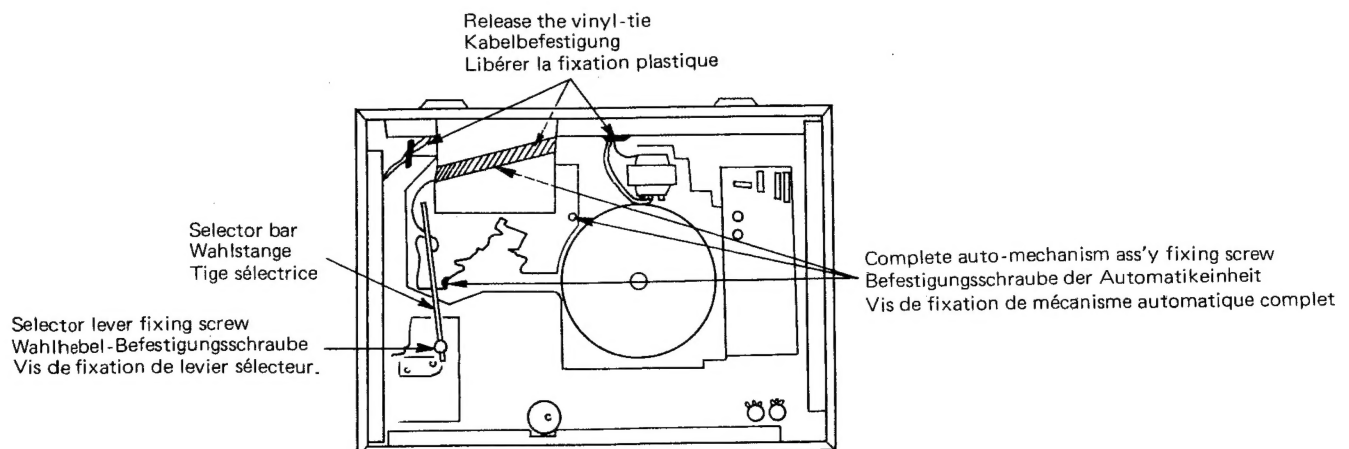
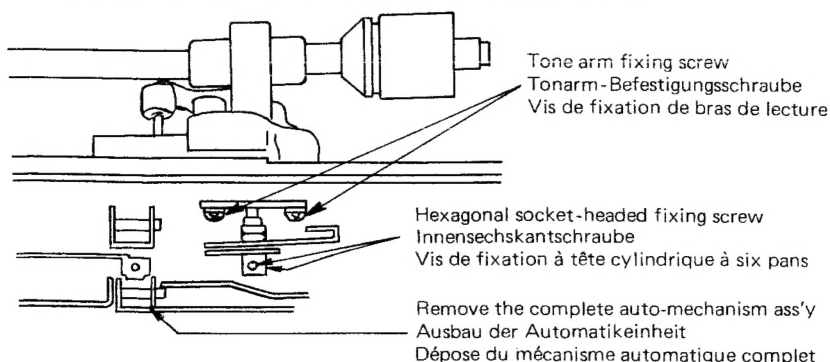

Fig. 2 Abb. 2
Fig. 5 Abb. 5
Remove the platter after fixing the tone arm to the arm rest. Then, remove the bottom plate, release the vinyl-tie which fixes the lead wire as shown in Fig. 2, remove the selector lever fixing screw, then remove the selector bar. Next, remove the sub-bed fixing screw after removing the platter frill fixing screw as shown in Fig. 3, and when this is done it should look like Fig. 4.
screw shown in Fig. 2 after removing the sub-bed by the procedure described in (1).
(3) Removing the tone arm
After removing the complete auto-mechanism assembly by the procedure described in (2), remove the 2 hexagonal socket-head fixing screws shown in Fig. 5 to remove the backing plate. Then, remove the 2 tone arm fixing screws which are installed inside it.
Tonarm an der Tonarmstütze anbrinagen und den Platten teller abnehmen. Danach die Bodenplatte abnehmen, die Befestigung des Kabels gemäß Abb. 2 lösen, die Befestigungsschraube des Wahlhebels ausdrehen und die Wahlstange abnehmen. Danach die Befestigungsschraube der Zwischenkonsole lösen, die Befestigungsschraube des Plattenspielerziergitters gemäß Abb. 3 abnehmen, wonach sich der in Abb. 4 gezeigte Zustand ergibt.
(2) Ausbau der Automateinheit
Die Zwischenkonsole gemäß Beschreibung in Punkt (1) abnehmen und danach die Befestigungsschraube der Automateinheit lösen, wie es in Abb. 2 gezeigt ist.
(3) Ausbau des Tonarmes
Nachdem die Automateinheit gemäß Beschreibung in Punkt (2) entfernt wurde, die beiden Innensechskantschrauben gemäß Abb. 5 ausdrehen und die Nachlaufscheibe abnehmen. Danach die beiden Befestigungsschrauben des Tonarmes an der Innenseite lösen.
Retirer le plateau tourne-disques après avoir fixé le bras de lecture sur le repose-bras. Retirer la plaque inférieure et libérer la fixation plastique qui retient le fil de jonction comme le montre la Fig. 2, retirer la vis de fixation du levier sélecteur et retirer la tige de sélection. Retirer ensuite la vis de fixation de sous-châssis après avoir retiré la vis de fixation comme le montre la Fig. 3, quand cette opération est terminée, l'ensemble doit se présenter comme sur la Fig. 4.
(2) Dépose du mécanisme automatique complet
Retirer la vis de fixation du mécanisme automatique complet comme le montre la Fig. 2 après avoir retiré le sous-châssis comme décrit en (1).
(3) Dépose du bras de lecture
Après dépose du mécanisme automatique complet comme décrit en (2), retirer les deux vis de fixation à tête cylindrique à six pans comme le montre la Fig. 5 pour déposer la plaque arrière. Retirer ensuite les deux vis de fixation du bras de lecture qui se trouvent à l'intérieur.